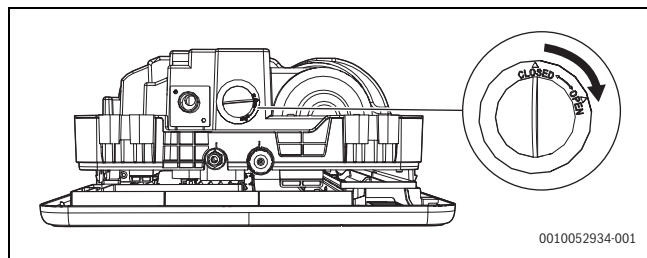

Fig. 36
- ▶ Abra o tampão cego da água de teste (→ Fig. 36) na máquina, este precisa de estar desapertado durante o teste de drenagem para verificar se a bomba de drenagem está ligada e se existe um problema com a bomba de drenagem.